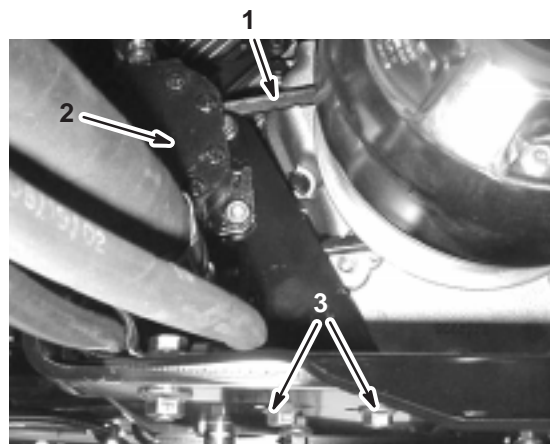

Figure 51
2. Desserrez les boulons de fixation de la pompe de direction (Fig. 51).